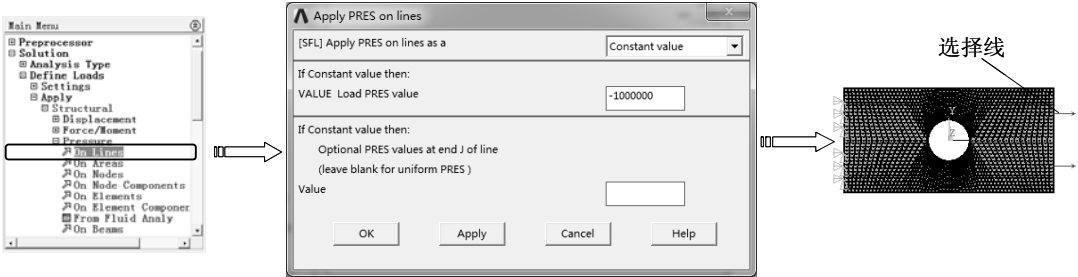

图 6-32 在线上施加均布载荷
2) 选择“Main Menu>Solution>Define Loads>Apply>Structural>Pressure>On Lines”命令，弹出实体选取对话框，用鼠标选择线后，单击“OK”按钮，弹出“Apply PRES on lines”对话框，在“Load PRES value”文本框中输入数值-1000000，单击“OK”按钮施加载荷，如图 6-32 所示。